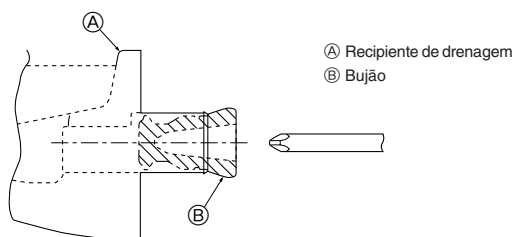

Fig. 5-1
- Para a tubagem da esquerda, introduza o bujão de borracha na porta de drenagem direita. (Fig. 5-1)